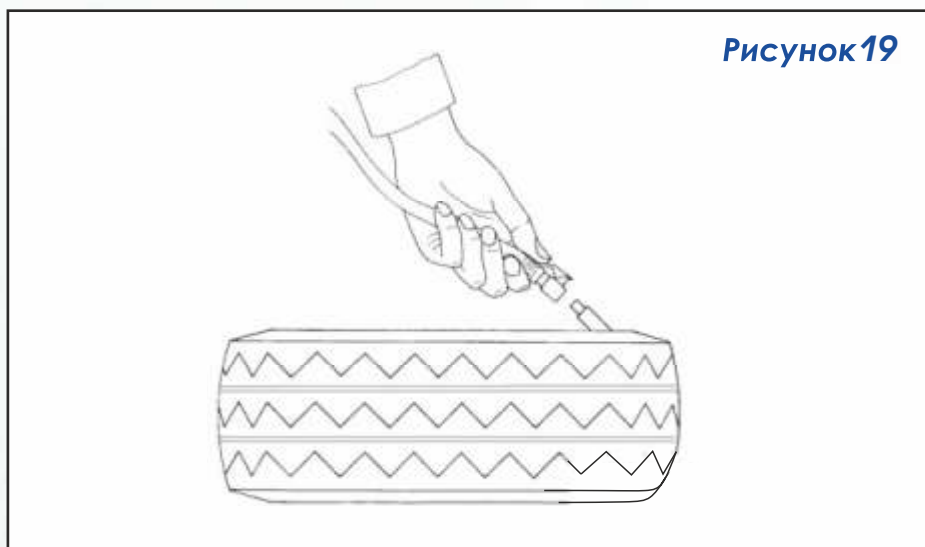

Рисунок 19
• Нажимая на педаль (15), поверните поворотный стол по часовой стрелке. При вращении колеса сбегаящий край шины удерживайте в ручье обода (рисунок 19).